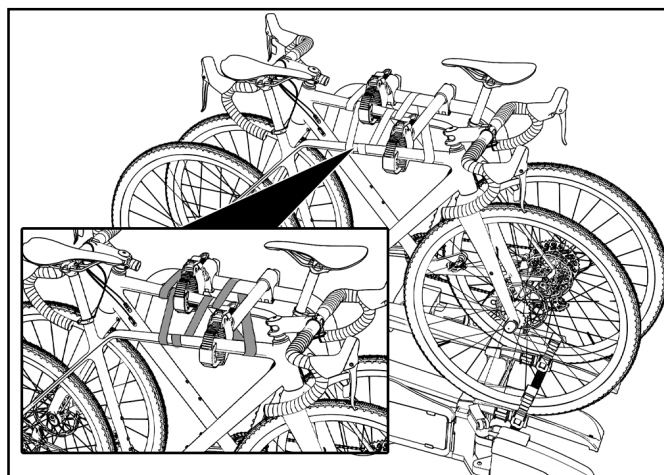

Figure 22 : attacher sa ceinture de sécurité
- ▶ Avant chaque déplacement, vérifiez que la sangle soit correctement positionnée autour des vélos et de l'étrier en U du porte-vélos (Fig. 22).